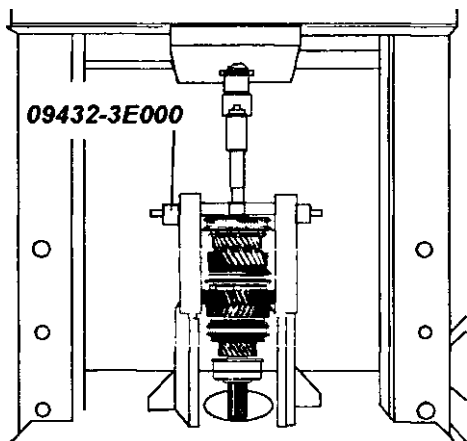

Рис. 6.18. Снятие синхронизатора 3 и 4 передачи
2. С помощью приспособления 09432-3E000 (рис. 6.18) снимите муфту 8 (см. рис. 6.16) и ступицу 9 синхронизатора 3 и 4 передачи.